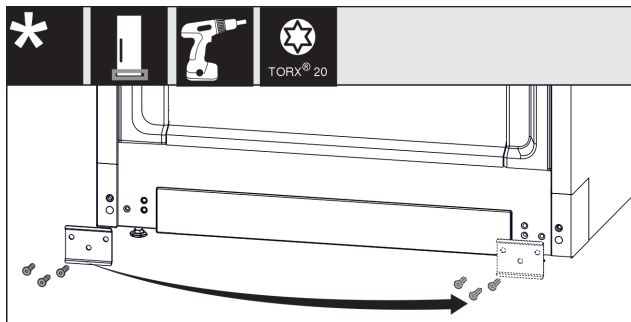

Fig. 19
- ▶ Odšroubujte plech Fig. 19 (1), přesuňte jej na druhou stranu a přišroubujte jej zpět.